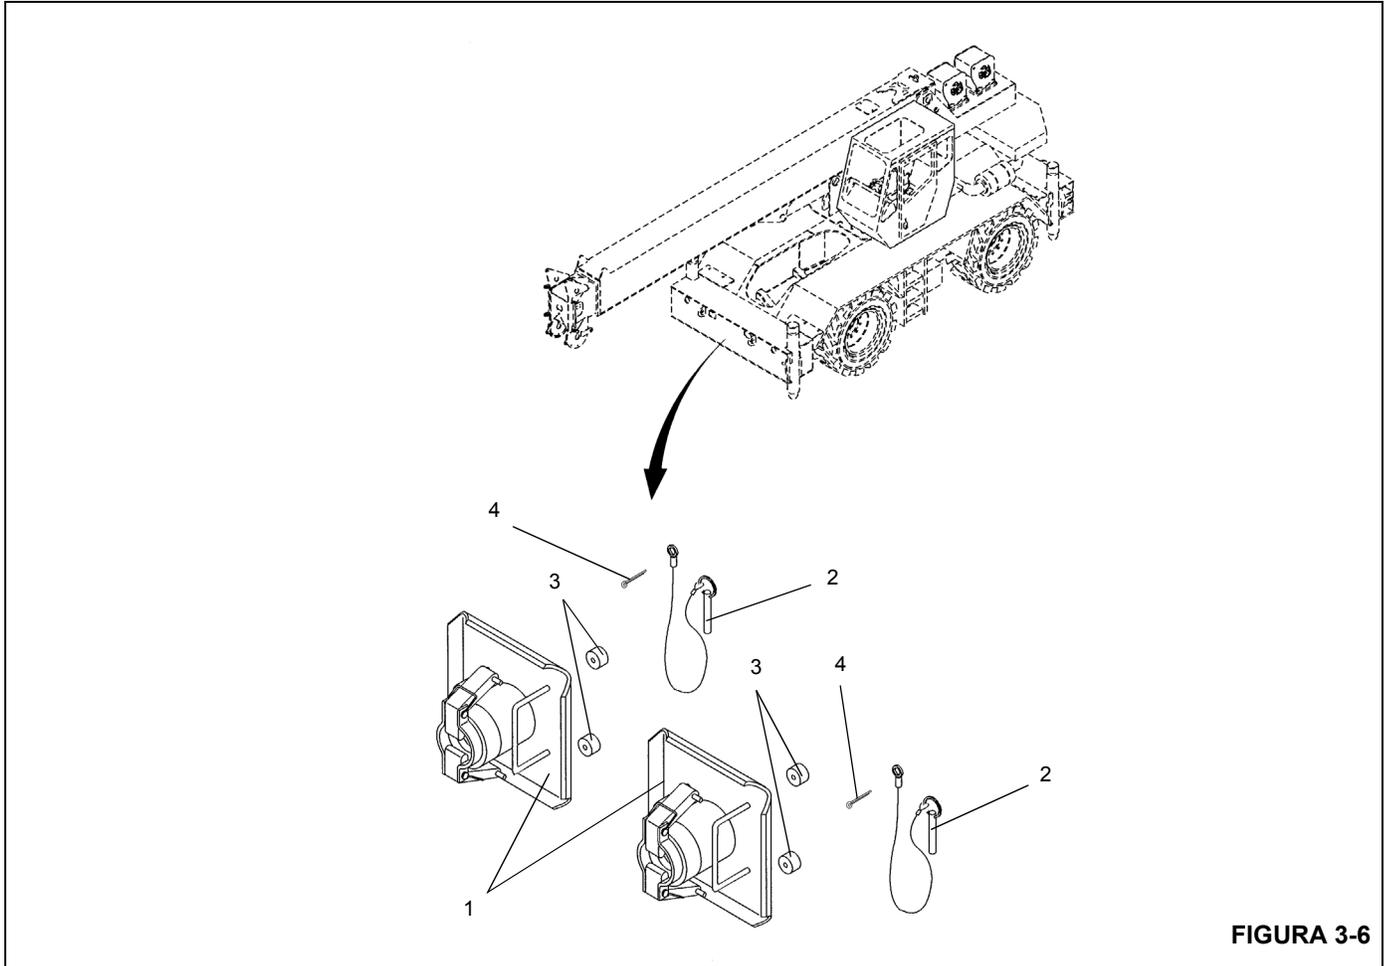

FIGURA 3-6
- Después de que todos los estabilizadores se hayan retraído, almacene los flotadores de los estabilizadores (Figura 3-6).